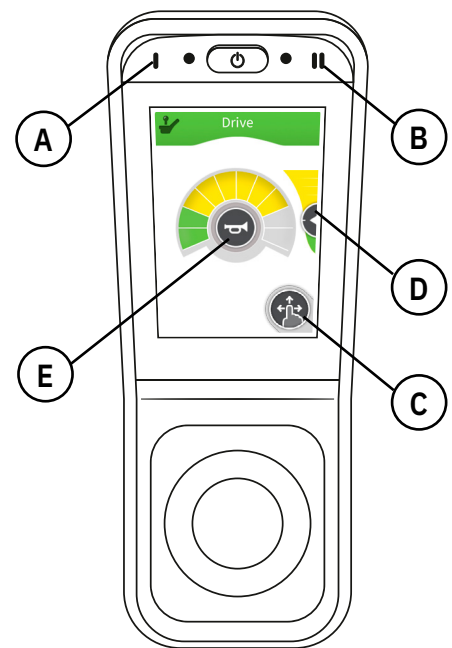

Abb. 5.10. Fahrfunktionen auf der LiNX REM400.
Die Bedienelemente für die Fahrfunktionen sind in Abb. 5.10. dargestellt.
- Vergewissern Sie sich, dass die Fahrfunktion ausgewählt ist, siehe Abb. 5.10.
- Um die Fahreigenschaften innerhalb des gewählten Fahrprofils anzupassen, ziehen Sie den Geschwindigkeitsregler auf dem Display (D) mit dem Finger nach oben oder unten. Er dient zur Anpassung des im Fahrprofil definierten Geschwindigkeitsbereichs.
- Drücken Sie zum Hupen auf die Hupe (D), siehe Abb. 5.10.